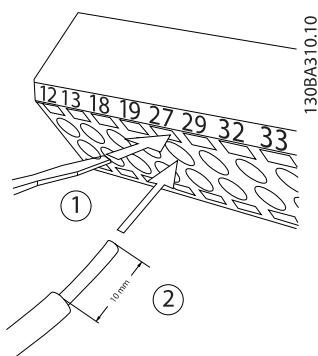

Ilustración 2.17 Conexión del cableado de control
1. Abra el contacto insertando un pequeño destornillador en la ranura situada encima o debajo del contacto, tal y como muestra la *Ilustración 2.17*.